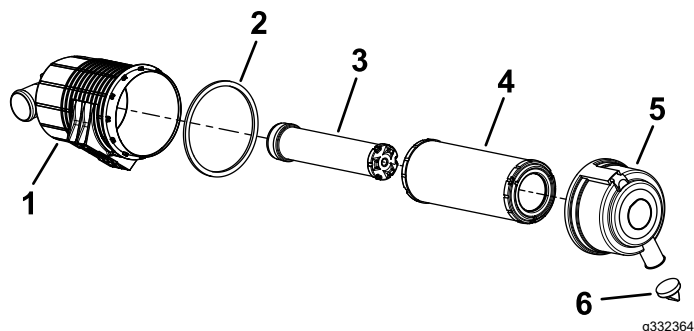

Figure 41
5. Faites l'entretien du filtre à air et de l'élément de sécurité quand indiqué (Figure 41).